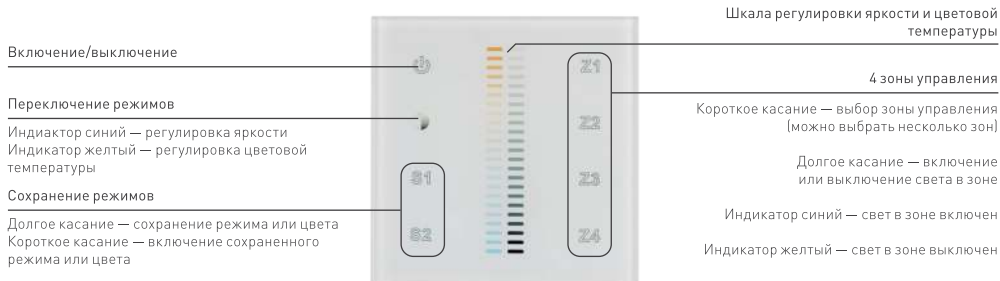

Рисунок 3. Назначение сенсорных кнопок.
3.10. Проверьте управление лентой с панели (Рис.3).